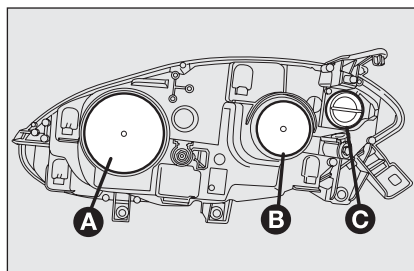
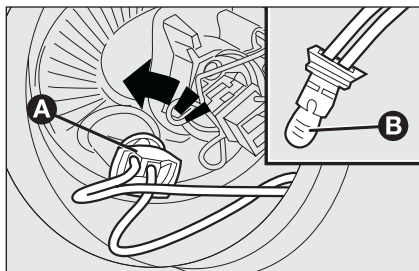

fig. 19
fig. 21
GROUPES OPTIQUES AVANT fig. 19
- enlever le couvercle de protection **B**-fig. 19;
- remonter correctement le couvercle de protection **A**-fig. 19.
- enlever le couvercle de protection **A-fig. 19**;
- tourner dans le sens inverse des aiguilles le porte-lampe **A-fig. 21** et le défilier;
- remonter la nouvelle ampoule, insérer à nouveau le porte-lampe **A-fig. 21** puis remonter correctement le couvercle de protection **B-fig. 19**.
- remonter correctement le couvercle de protection **B-fig. 19**.
- tourner le couvercle de protection dans le sens inverse des aiguilles **C-fig. 19**;